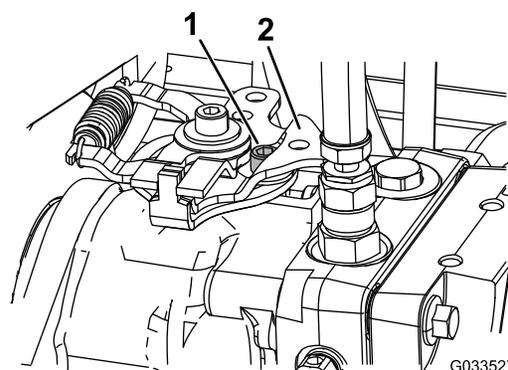

図 43
3. 走行用油圧ポンプ車両中心部側で、コントロールアームからリンクを取り外す 図 43。